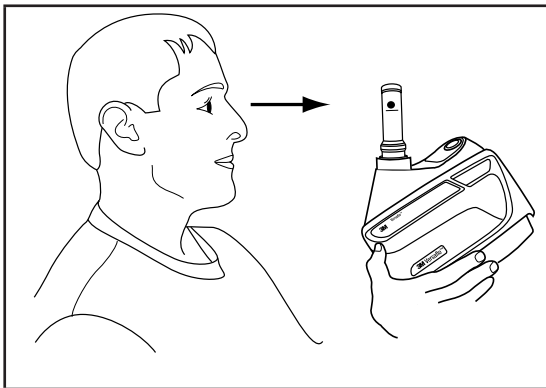

Fig. 15-2 Checando o fluxo de ar
- Com o indicador do fluxo de ar numa posição vertical, assegure-se de que a parte inferior da bola flutuante repousa, acima, ou na marca de vazão mínima para a “letra” representando a sua “Zona” (Fig. 15-2). O indicador de fluxo de ar deve estar na posição vertical para uma leitura precisa.